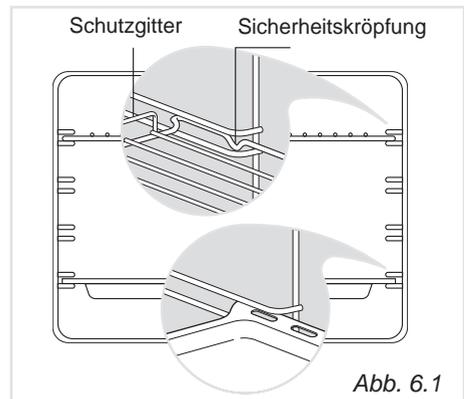

Abb. 6.1
- Führen Sie die Fettpfanne und den Grillrost zwischen die Schienen der Seitenhalterungen ein, wie in abb. 6.1 dargestellt. Den Rost so montieren, dass die Sicherheitssperre, die unabsichtliches Herausziehen verhindert, ins Innere des Ofens zeigt. Das Schutzgitter soll auf der Rückseite angebracht sein